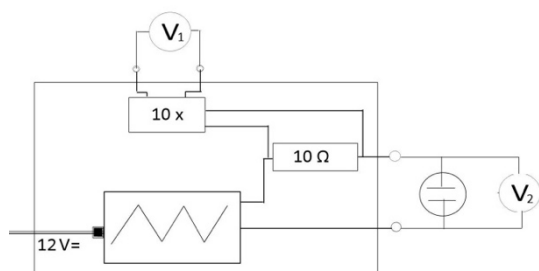

Abb. 4: Schematischer Aufbau der Spannungs-Versorger-Box. Das  Symbol steht für die Elektroden
Abbildung 4 zeigt ein Schaltbild der Spannungsversorger-Box, wobei das Zickzack-Symbol für die eingehende Wechselspannung (AC) steht. Für das Experiment werden die Anschlüsse auf der rechten Seite mit den Elektroden verbunden, um den Leitwert zu messen.
3. Baut die elektrische Schaltung auf, Ihr könnt Euch dazu an Abbildung 4 orientieren. Überprüft, ob das Multimeter die Einstellung $mV \approx$ hat, auf Wechselstrom eingestellt ist (mit dem blauen Knopf, sodass AC auf dem Display erscheint) und mit den Anschlüssen verbunden ist.